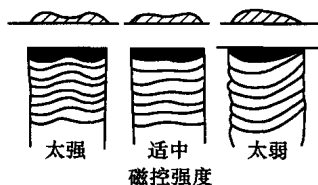

图1 磁控强度对成形影响
(3) 焊接电流 使用与电弧堆焊相同宽度焊带的电渣堆焊, 焊接电流更大。在单层电渣堆焊中, 焊接电流对焊接效率、焊缝成形、热裂纹、脱渣性和堆焊层的性能有很大影响。当焊接电流增大时, 焊道的熔深、熔宽、堆焊层厚度也随之增加, 而稀释率略有下降, 且抗裂性能降低, 使堆焊层的耐腐蚀性也大大下降; 当焊接电流过小, 焊带易与渣池表面产生电弧, 影响生产效率。一般焊接电流与焊材有关, 使用不同厂家的焊材, 所用的焊接电流也不一样。
(4) 焊接速度 同样, 使用与电弧堆焊相同宽度焊带的电渣堆焊, 焊接速度更快。当焊接速度过快时, 不仅堆焊厚度达不到要求, 焊道成形不良, 熔池造渣也不彻底, 易发生电弧现象, 而且会增加稀释率; 焊接速度过低, 堆焊厚度太厚, 焊道搭接部位易产生夹渣及熔合不良等缺陷, 而且影响生产效率, 合适的焊接速度取决于焊接电流。
(5) 磁控装置 由于电渣堆焊渣池是导电的, 电磁力对它的影响要比埋弧堆焊的更大, 会使堆焊层更容易产生咬边, 随着堆焊电流增大, 咬边现象越严重。因此必须采用外加磁场的方法来防止咬边的产生 (也称作磁控法)。磁控的大小, 对焊道的成形也不一样, 如图1所示。